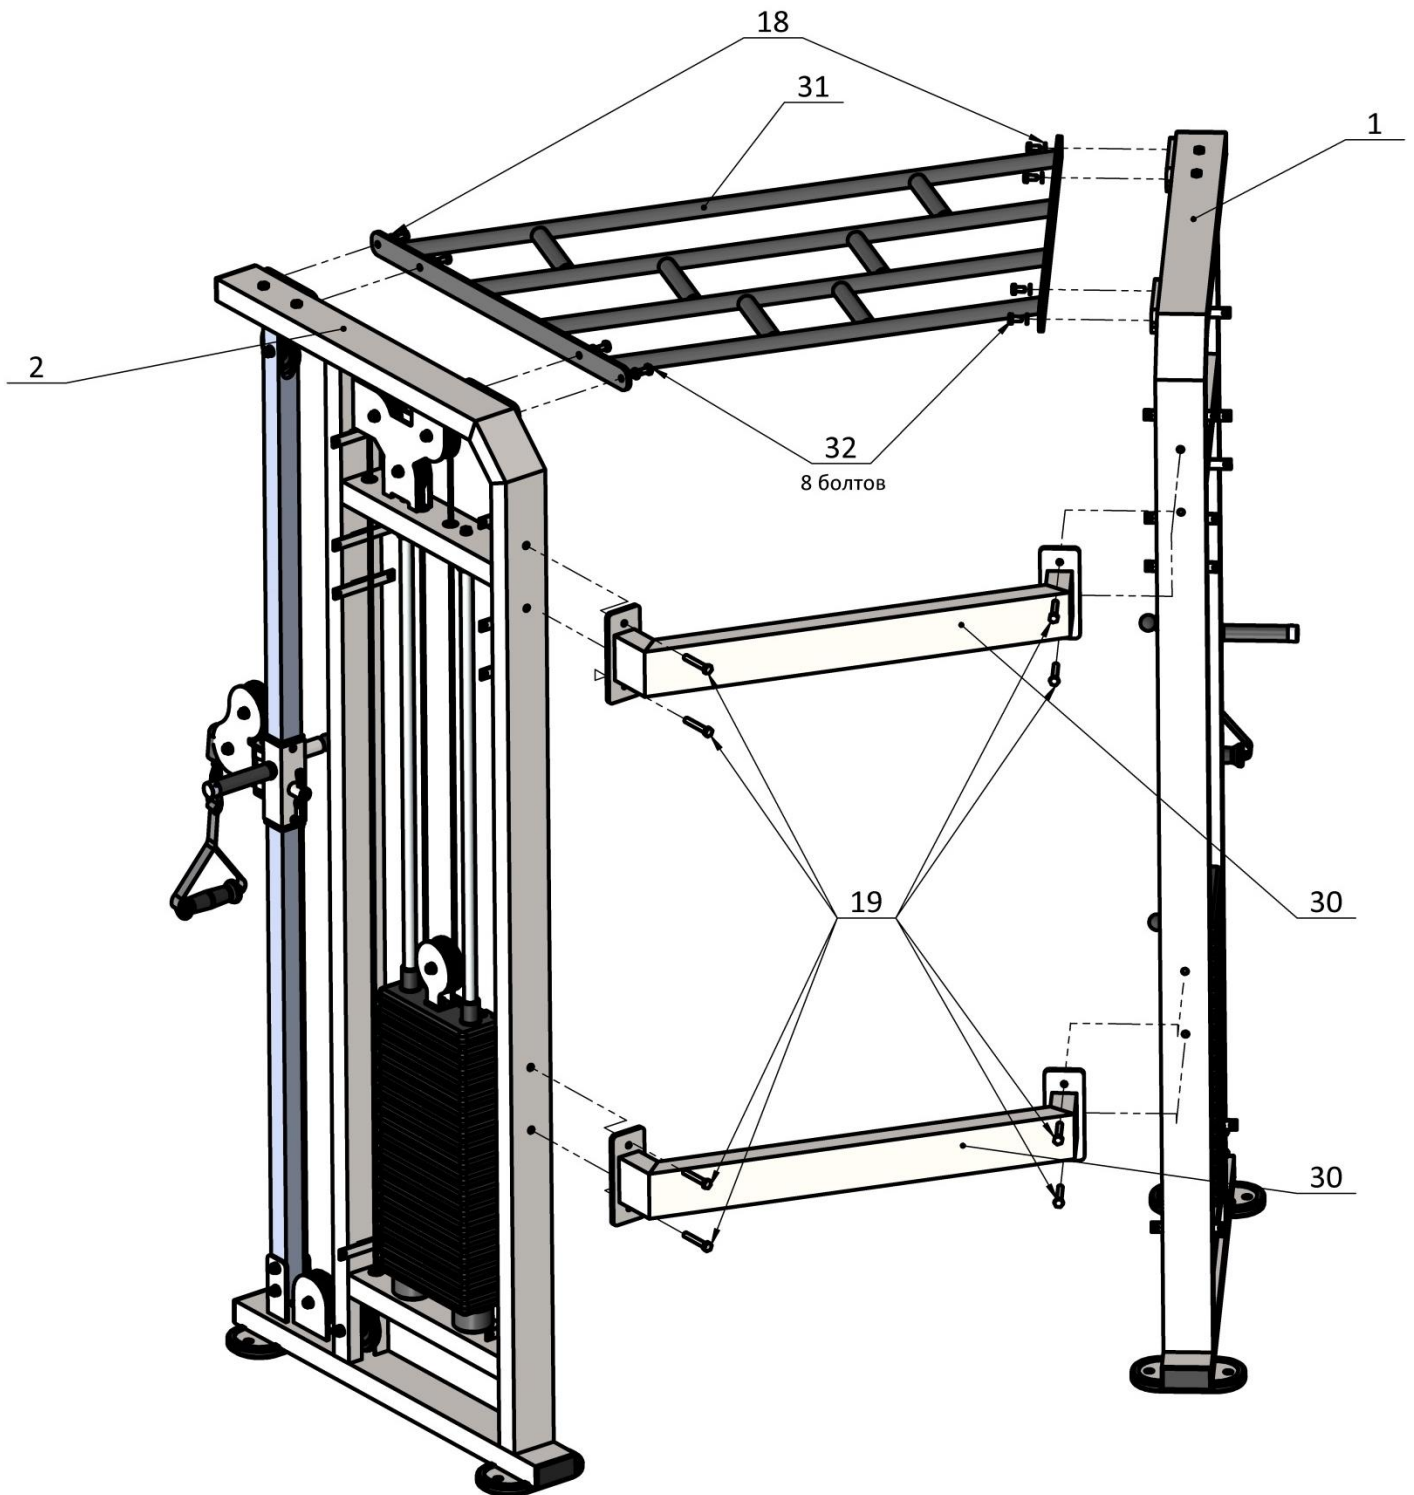

Рис. 3
3. Собранные рамы (1 и 2) стягиваются между собой двумя стяжками (30) на комплекты из восьми болтов M10x70 (19) гайками M10 (21) через восемь шайб D10 (18) под гайку. Перекладина (31) крепится между рамами (1 и 2) восемью болтами M10x20 (32) через шайбы D10 (18) в таком же количестве. (Рис. 3).